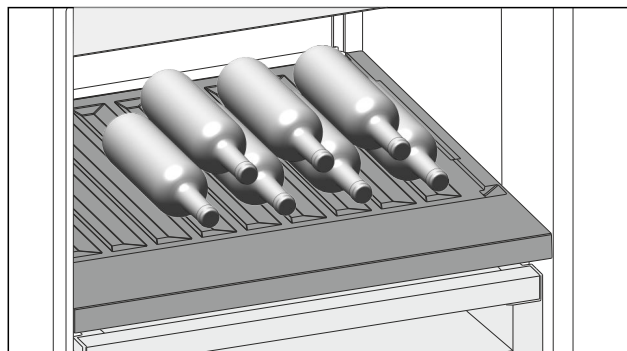

Fig. 97
- ▶ Indlæg flasker med bunden først, ind mod bagvæggen. (se Fig. 97)